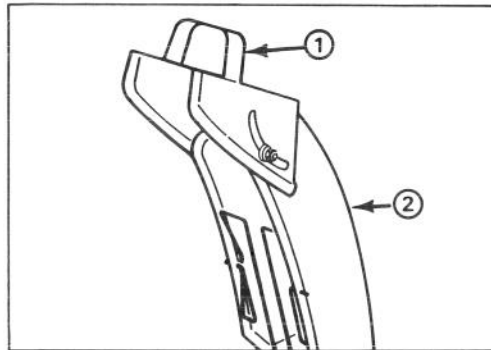

Figure 11
**Maniglia del deflettore** (Fig.11) — La maniglia del deflettore sopra allo scivolo di scarico serve a controllare l'altezza del getto di neve.